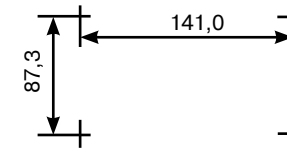

Рис. 7.4
- произведите разметку в соответствии с рис. 7.4;